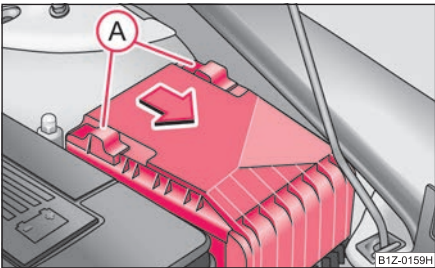

Fig. 236 Capacul cutiei de siguranțe din compartimentul motorului
- Deplasați mânerul de siguranță (A) ⇒ fig. 236 până la limită, în spatele mânerului de siguranță apare simbolul ; scoateți capacul.